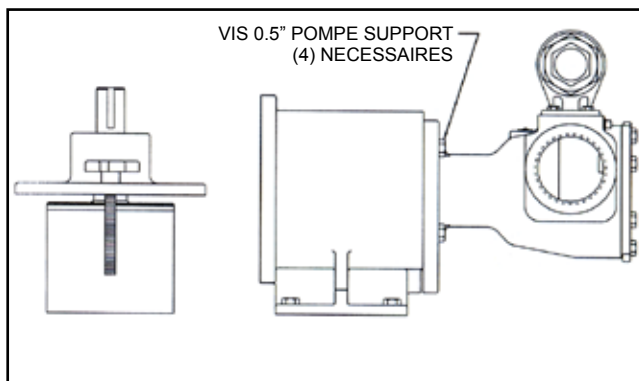

FIGURE 38
3. Soutenez la pompe par le dessus et fixez le support d'accouplement pour éviter qu'il ne bascule lorsque la pompe est attachée. En vous servant de la boîte pour vous guider, glissez la pompe jusqu'au support d'accouplement par la plus petite ouverture. Fixez-la à l'aide des 4 vis de 0.5". Voir Figure 38.